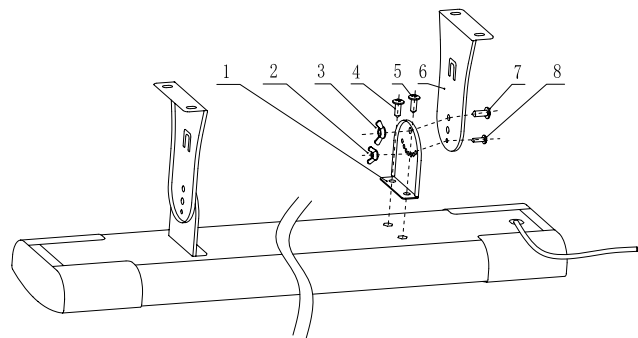

Рис.3
Схема установки крепёжного комплекта для монтажа инфракрасного обогревателя указана на Рис. 3.
5. На расстоянии друг от друга (см. рис.3) закрепите кронштейны (6) на потолке или потолочных конструкциях.
6. Подвесьте обогреватель на кронштейны, присоединив к ним крепления в соответствии с рис. 3, закрепив сначала один край, а потом другой, с помощью винтов (7), (8) и барашковых гаек (2), (3). Убедитесь, что гайки надежно затянуты.